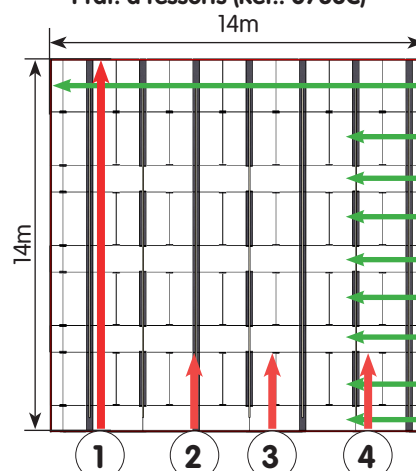

Figure 4 - Moquette complète
- Praticable 13 x 13m (Réf.: 6565L, 6777E & 6777E/DE) : lés latéraux de 3,52m de large (1') et (4') (voir Fig. 4 à 6).
- Praticable à plots 13 x 13m (Réf.: 6565L) : la moquette complète dépasse de 20cm tout autour de la mousse (voir Fig. 4 & 5).
- Praticables à ressorts 14 x 14m & 13x13m (Réf.: 6775E, 6777E, 6775E/DE & 6777E/DE) : la moquette complète ne dépasse pas de la mousse (voir Fig. 1 & 3 pour le praticable 14x14m, Fig 4 & 6 pour le praticable 13x13m).